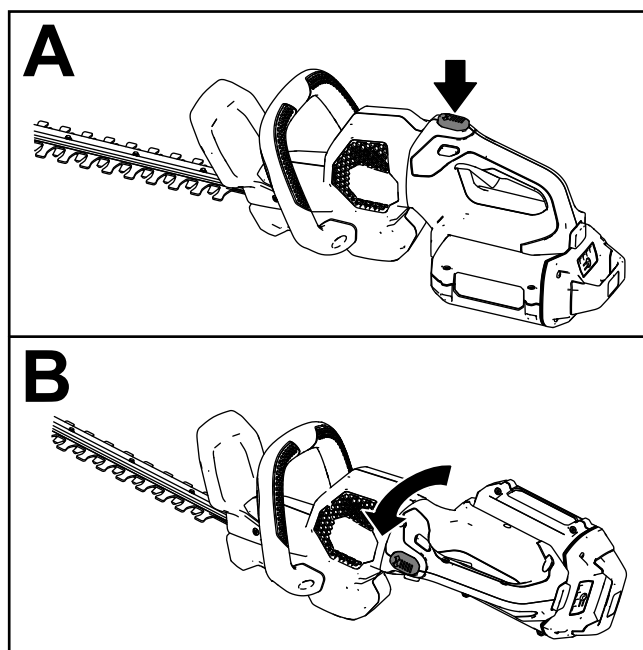

Figure 7
- Appuyez de manière prolongée sur le bouton de verrouillage de la rotation (encadré A de la Figure 7).
- Tournez la poignée de 90° vers la droite ou la gauche selon le sens de coupe recherché, puis relâchez le bouton de verrouillage de la rotation pour bloquer la poignée à la position voulue (encadré B de la Figure 7).